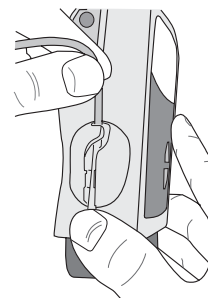

図3
- ・ゆっくりとチューブを垂直方向へ引っ張り、チューブを確実に溝にはめます（図3）。チューブ取り付けがきちんとできていない場合、ポンプ作動時に「キホウケンチ」と画面表示され、アラーム音が発生します。再度チューブを取り付け直してください。